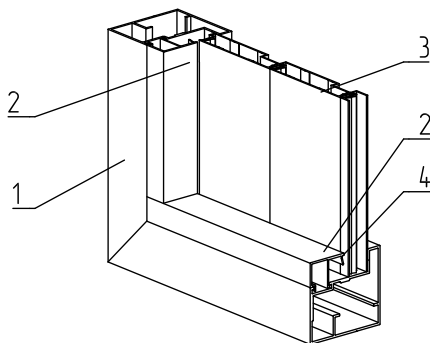

Рис. 31. Установка штапика FLGU.400.0302, FLGU.400.0304 с уплотнителем FRK12
1. По контуру установить штапики **2** совместно с уплотнителем **4** (рис. 31).